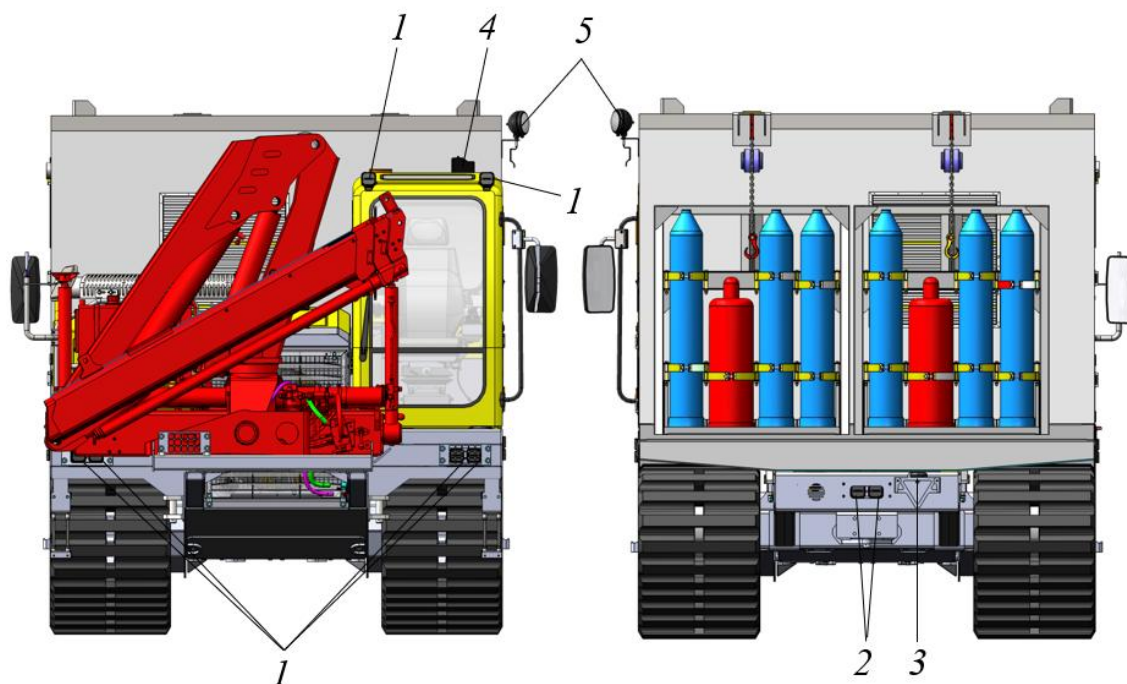

Рисунок 3.33. Освещение
- фара – искатель, см. рис. 3.33.